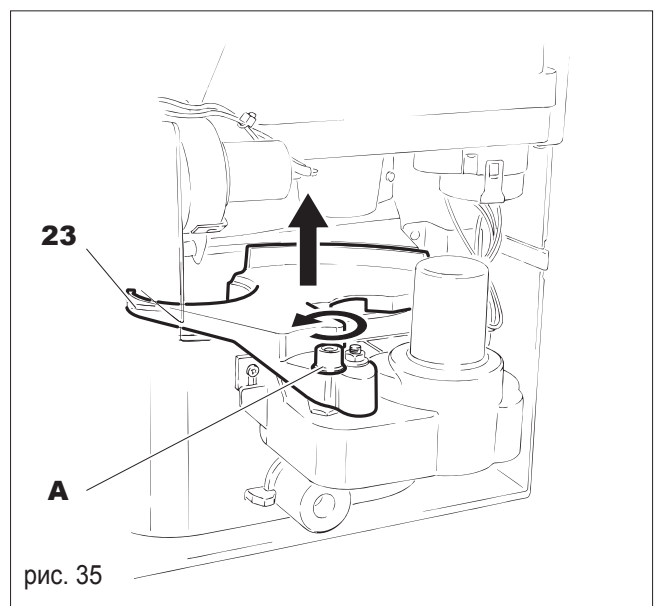

рис. 35
- Вывинтите пластиковую гайку (**A**, рис. 35) и руку подачи стаканчиков (**23**, рис. 35);